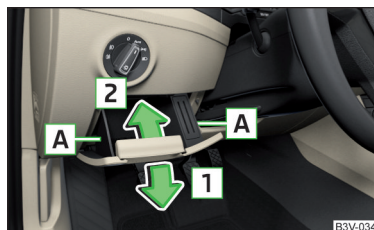

Abb. 361
- Das Ablagefach seitlich im Bereich **A** fassen und durch Ziehen in Pfeilrichtung **1** aufklappen (zum Aufklappen ist ein erhöhter Kraftaufwand notwendig) » Abb. 361.